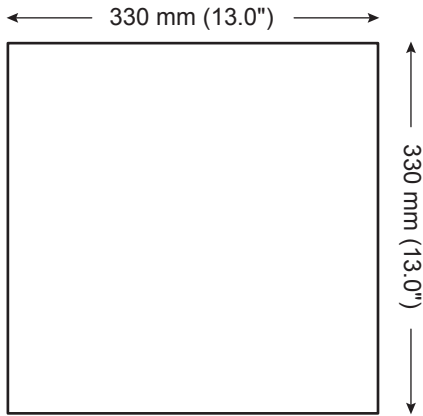

Fig. 12. PCI 45DC Cutout Dimensions
2. Markera en fyrkant försiktigt på önskad plats och klipp ut försiktigt ett hål i gipsväggen / gipsskivan. Ta bort damm och skräp från hålet (bild 12).